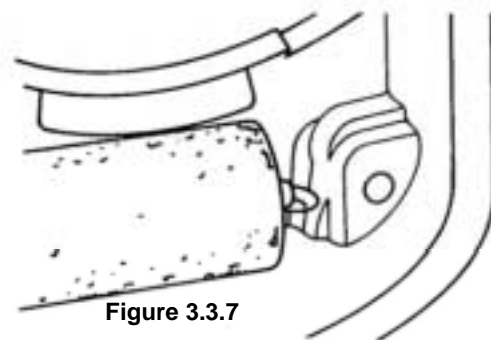

Figure 3.3.7
2. Vérifier si le condensateur présente des signes de corrosion. Cette condition entraîne le rejet du composant. (Voir figure 3.3.7)
4. Vérifier si le téton de la mise à la masse du condensateur a tourné ou est arraché. Chacune de ces conditions entraînera le rebut du composant. (Voir figure 3.3.7.A)